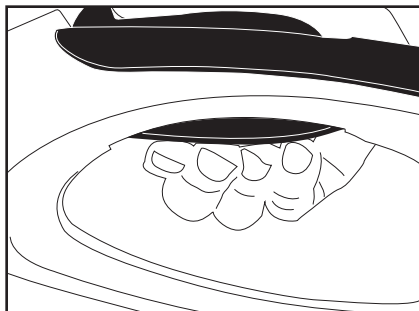

Figura 8
3. Mientras sostiene el interruptor debajo del pulgar en la posición delantera, use los dedos para levantar el otro gatillo. (ver figura 8). Esto activará la herramienta y le permitirá hacer su trabajo. NO es necesario seguir presionando el gatillo con el pulgar después de que arrancó la herramienta.